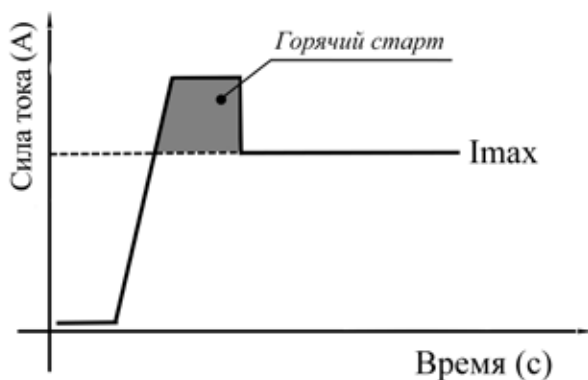

Рис. 7.3. Горячий старт.
**Горячий старт** - для обеспечения лучшего поджига дуги в начале сварки инвертор вот так: типичный повышение сварочного тока. Это позволяет значительно облегчить начало сварочного процесса (см. рисунок 7.3).